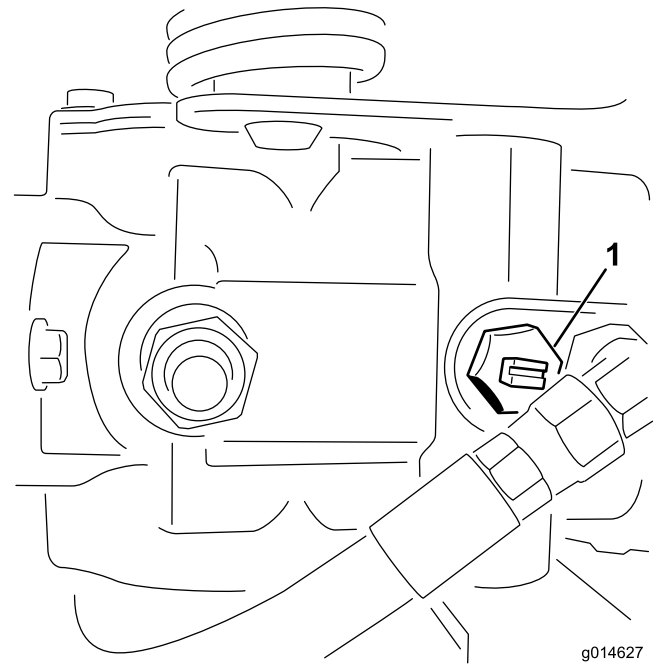

Figura 41
1. Localize a válvula de derivação na bomba e rode-a de forma a que a ranhura fique na vertical (Figura 41).
2. Antes de ligar o motor, feche a válvula de derivação rodando-a de forma a que a ranhura fique na horizontal (Figura 41).